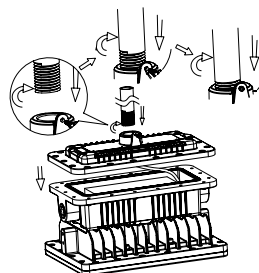

Fig. 16
3. After the wiring is completed, put the threaded pipe into the hole, turn it clockwise to tighten it, tighten the nearby fixing screw and then hold it against the threaded pipe (Figure 16).
3. Une fois le câblage terminé, insérez le tuyau fileté dans le trou, tournez-le dans le sens des aiguilles d'une montre pour le serrer, serrez la vis de fixation voisine et maintenez-la contre le tuyau fileté (figure 16).